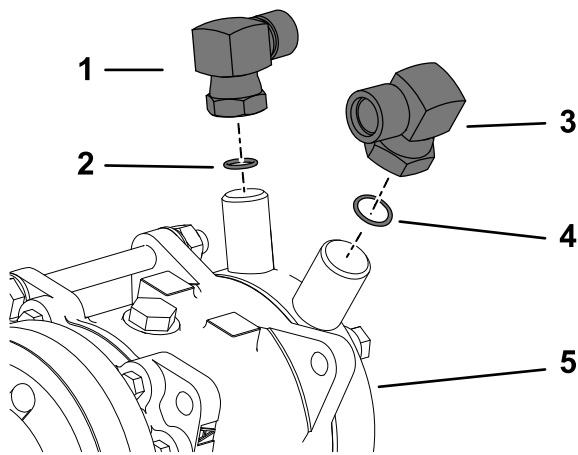

Figura 43
1. Instale el acoplamiento de 90° (7/8") y la junta tórica (tamaño 8) en el orificio de baja presión o aspiración de la bomba del aire acondicionado (Figura 43).
3. Instale el acoplamiento de 90° (3/4") y la junta tórica (tamaño 10) en el orificio de alta presión o descarga de la bomba del aire acondicionado (Figura 43).